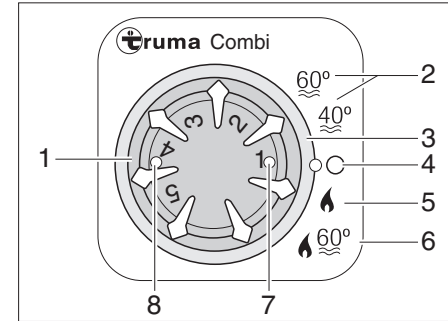

Fig. 82 Centralina di controllo per riscaldamento/boiler
- ▶ Impostare la modalità di funzionamento tramite l'interruttore girevole (Fig. 82,3).
Durante la modalità di funzionamento "Riscaldamento e boiler" (Fig. 82,6) si riscalda anche l'acqua nel boiler. Nella modalità di funzionamento "Riscaldamento senza boiler" (Fig. 82,5) il riscaldamento può funzionare anche con boiler vuoto.
- ▶ Posizionare la manopola della temperatura (Fig. 82,1) della centralina di controllo sullo stadio di riscaldamento desiderato.
- ▶ Posizionare l'interruttore girevole (Fig. 82,3) sul funzionamento invernale "Riscaldamento senza boiler" (Fig. 82,5) o sul funzionamento invernale "Riscaldamento e boiler" (Fig. 82,6).
La spia di controllo verde (Fig. 82,7) si accende. La ventola di ricircolo dell'aria si accende automaticamente mettendo in funzione il riscaldamento.
- ▶ Posizionare l'interruttore girevole (Fig. 82,3) su "0" (Fig. 82,4).